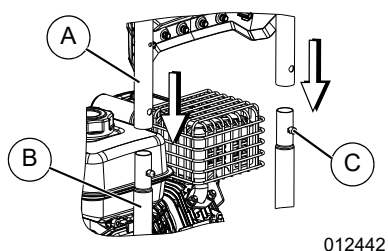

Figure 2-1. Enfiler le guidon
1. Voir Figure 2-1. Placer le guidon (A) dans les montants de guidon (B). Enfoncer les boutons de blocage (C) et enfiler le guidon sur les montants. Les boutons bloquent le guidon en place.